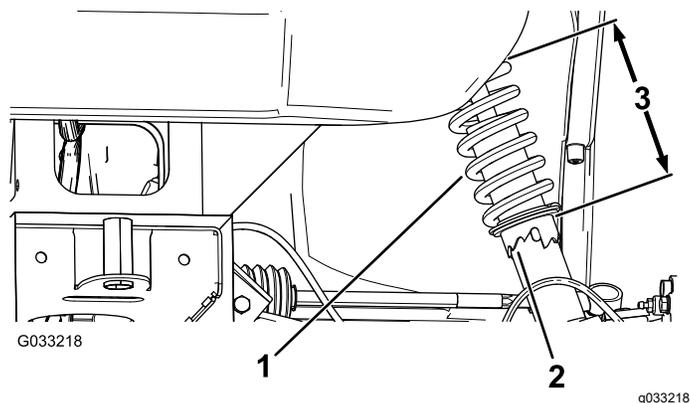

Рисунок 55
2. Если развал не отрегулирован, используйте ключ, чтобы повернуть кольцо на амортизаторе для выравнивания колеса (Рисунок 55).